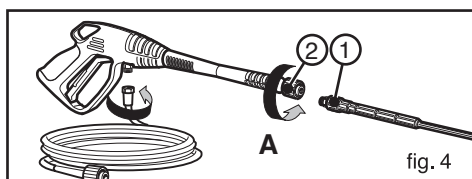

fig. 4
Per montare la lancia sulla pistola è sufficiente inserire l'estremità filettata della lancia (fig.6a-6b pos. 1) nel foro presente sulla pistola (fig. 4 pos. 2), avvitare la lancia come indicato dalla freccia (A) fino a raggiungere il completo accoppiamento (vedi fig.4).